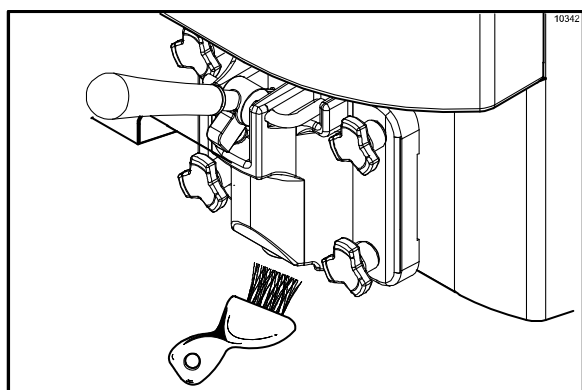

Рисунок 171
**Примечание:** чтобы обеспечить санитарное состояние, производите очистку щеткой каждого предмета в течение 60 секунд, многократно погружая щетку в моющий раствор. (См. рис. 171)